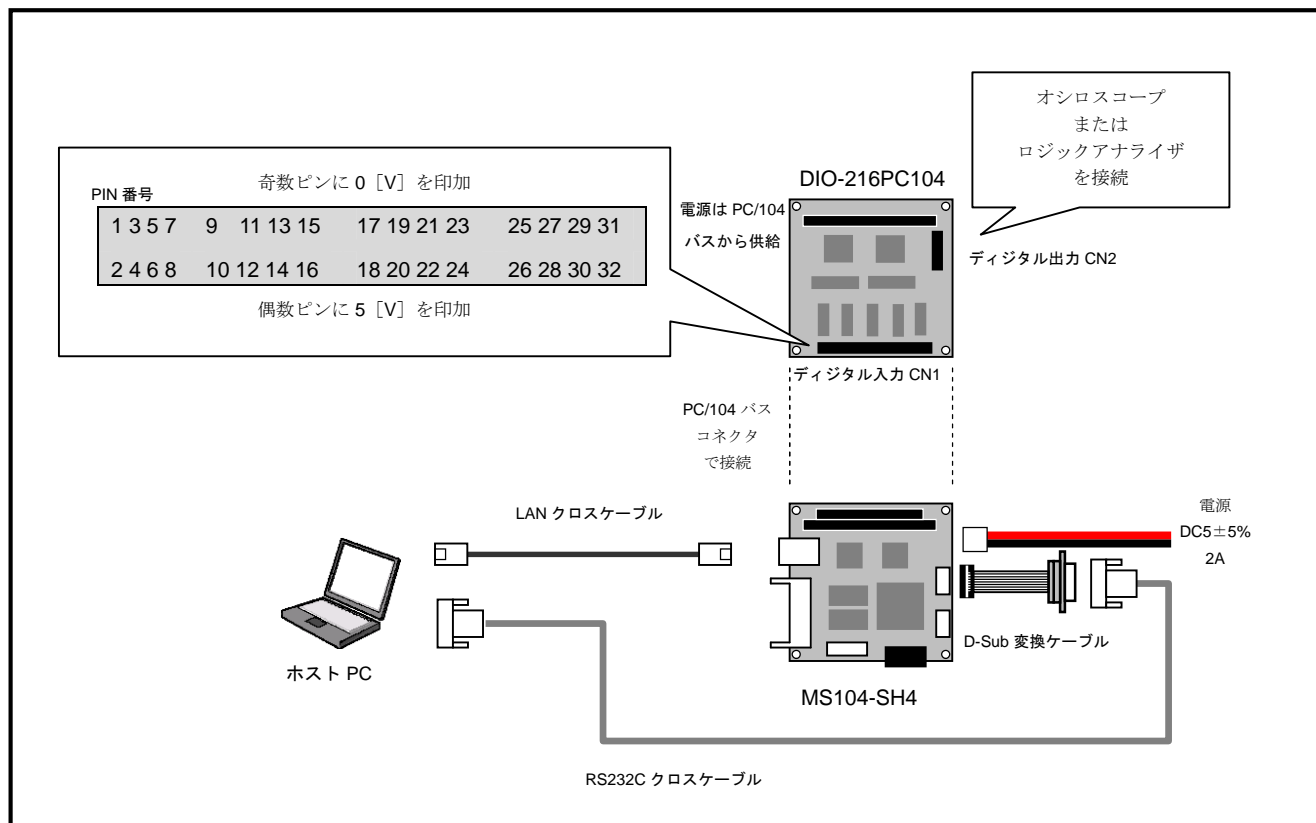

Fig 4.1-1 DIO-214PC104 の接続
- ③ DIO-214PC104 を「Fig 4.1-1 DIO-214PC104 の接続」を参考に接続します。